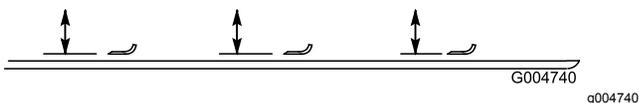

Рисунок 108
2. Поворачивайте нож, пока его концы не будут направлены вперед и назад (Рисунок 108). Измерьте расстояние от внутренней поверхности режущего блока до передней кромки ножа. Запомните этот размер.